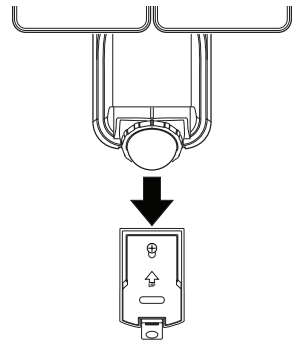

Figure 7
6. Faites glisser l'arrière du luminaire sur la plaque de montage jusqu'à ce qu'il s'enclenche en place (voir la Figure 7).